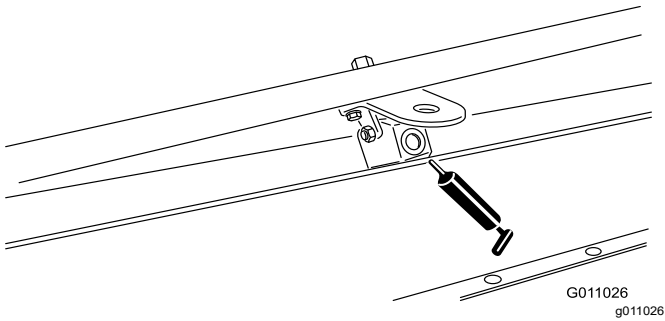

Figura 34
- Pivô da escova (2) (Figura 34)